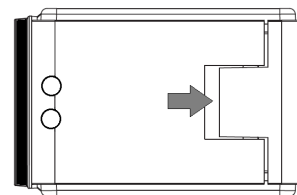

Figure 1 - Figura 1
- Pour accéder au compartiment des batteries, faire levier avec le doigt sur le crochet d'étanchéité du couvercle comme indiqué sur la figure 1.